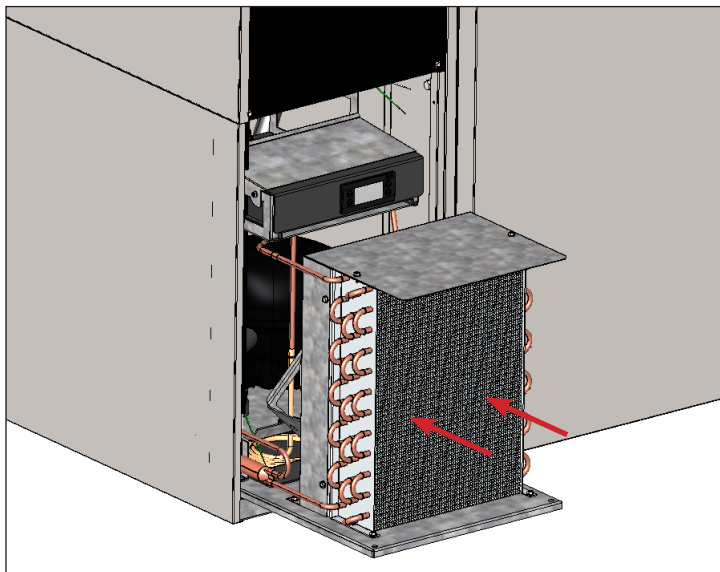

Рис. 6. Осторожно задвиньте конденсаторный блок назад и снова ввинтите болты.
9. Снова смонтируйте кронштейны змеевика (при их наличии). Затем осторожно задвиньте компрессор в сборе назад и снова закрепите его болтами. См. рис. 6.